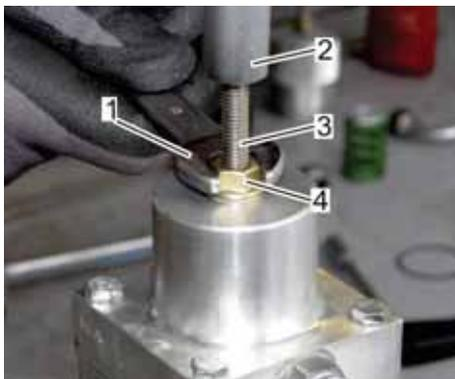

Abb. 52: Feder lösen
2. Die Sechskantbundmutter (Abb. 52/4) mit einem Gabelschlüssel SW 13 (Abb. 52/1) lösen.
3. Den Sollwertesteller (Abb. 52/3) mit einem Steckschlüssel SW 13 (Abb. 52/2) lösen, herausdrehen und beiseitelegen.